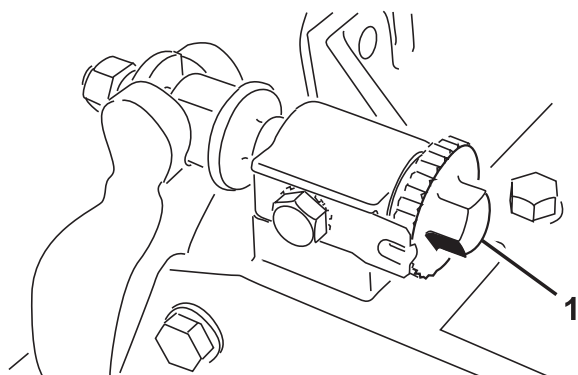
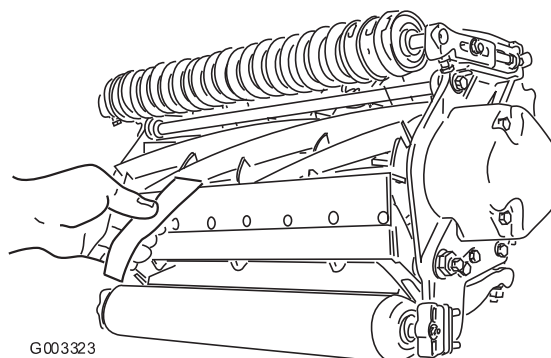

図 7
図 8
1. ユニットの水平で平らな作業台の上に置く。ベッド・バー調整ネジを左に回して、リールと下刃の接触を完全になくす (図 7)。
3. リールの左右いずれかの端を選び、リールと下刃の間に、長く切った新聞紙片を差し入れる (図 8)。リールをゆっくり前回転させながら下刃調整ネジ (図 7) を締め (新聞紙を入れた側の調整ネジを、1目盛りずつゆっくりと)、新聞紙を前から (ベッドナイフの上面に平行に) 入れると軽く挟まれる程度に調整する。新聞紙を引き抜くのに軽い力が必要な程度でよい。
5. 両側とも調整ができれば最終確認を行う：紙片をリールの前から差し込んだ時にははさむだけ、下から差し込むと切れるのが適切な調整である (図 8)。リールと下刃のごくわずかの接触で紙が切れなければいけない。接触を強くしないと切れない (リールが新聞紙を強く挟み込まないと切れない) 場合には、鋭利な刃先を取り戻して精密なカットができるようにバックラップか研磨を行うことが必要である (Toroリール・モアとロータリー・モアのための研磨マニュアル Form No. 80-300PT を参照)。